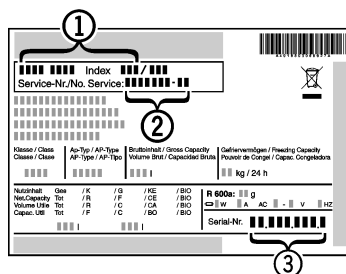

Fig. 6
- Denominación del aparato Fig. 6 (1), nº del servicio técnico Fig. 6 (2) y nº de serie Fig. 6 (3) en la placa de identificación. La placa de identificación se encuentra en la parte interior izquierda del aparato.
- Informe al servicio postventa e indique el fallo, la denominación del aparato Fig. 6 (1), el nº del servicio técnico Fig. 6 (2) y el nº de serie Fig. 6 (3).